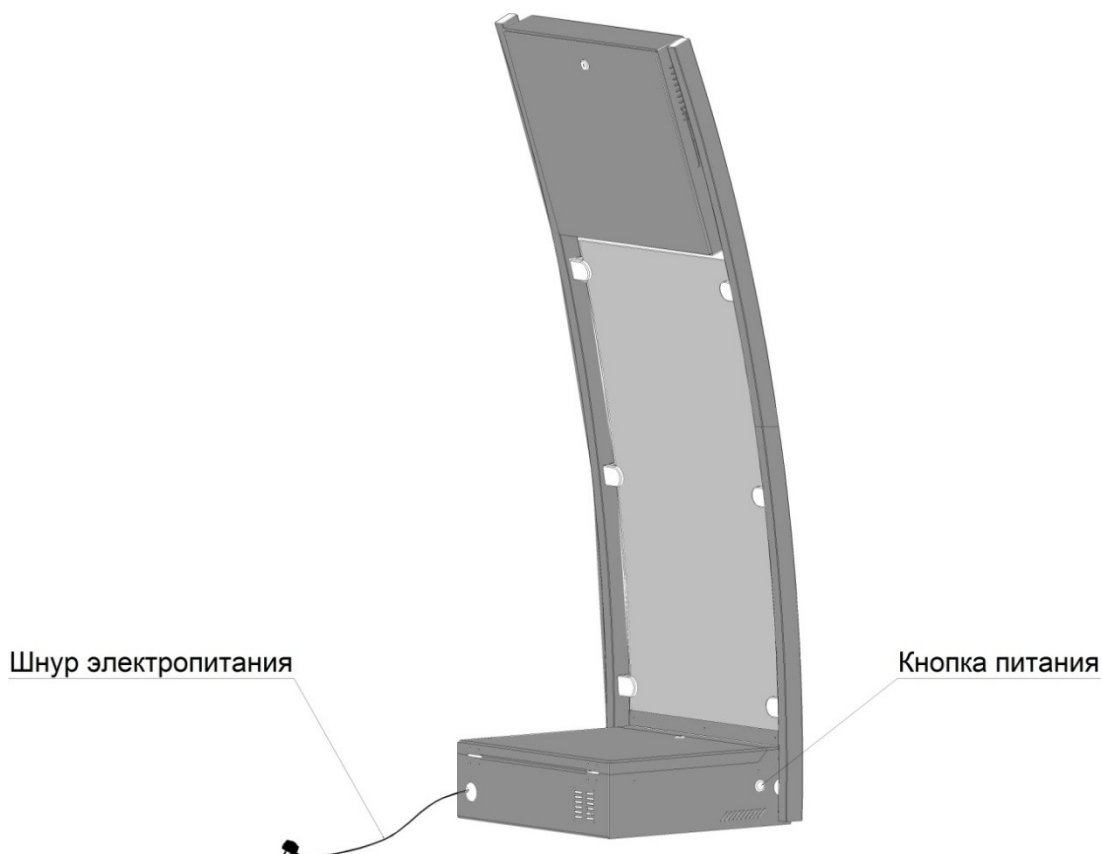
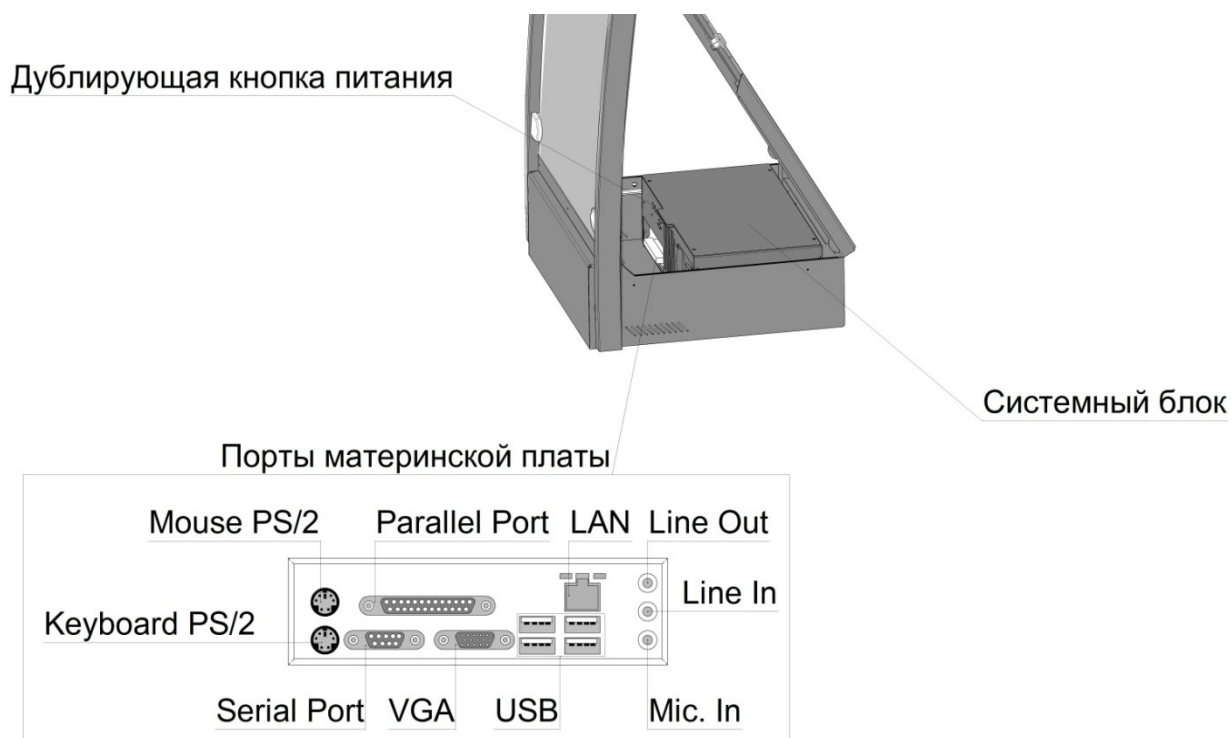

Рис.4 Расположение кнопки включения/выключения питания киоска
Рис.6 Доступ к системному блоку
- Если терминал не запустился (это зависит от настроек системы BIOS терминала), то нажмите кнопку запуска терминала, расположенную сбоку слева на корпусе системного блока терминала (рис.4) или на передней панели коробки в корпусе. Если терминал не запускается, проверьте, есть ли на напряжение в сети (розетке) электропитания. При наличии напряжения в сети, обратитесь к пункту 7.1 данного руководства - Устранение неполадок. Если после
Также для выключения можно использовать кнопку питания, находящуюся на корпусе отсека оборудования (рис.4), либо дублирующую кнопку, расположенную внутри отсека на корпусе системного блока (рис.6). Для этого кратковременно нажмите кнопку питания, после этого терминал в нормальном режиме примерно через 1 минуту выключится сам, используя средства операционной системы. Эта операция эквивалентна операции выключения терминала выполняемой из меню «Пуск»